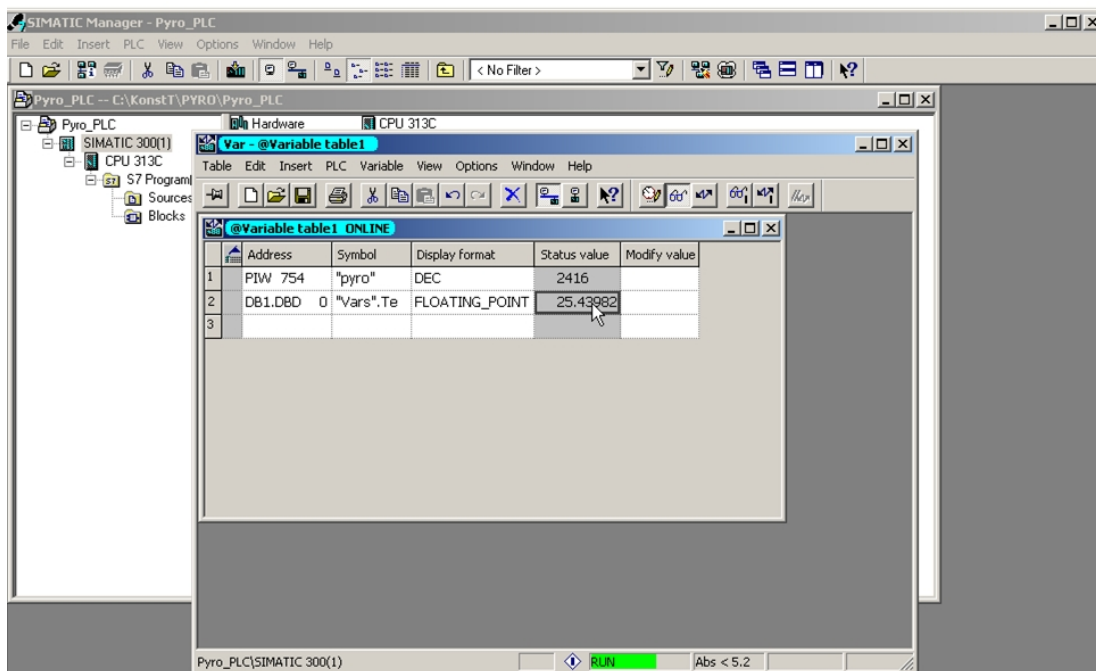

Рис. 14. Проверка работоспособности созданной программы
- После создания проекта программы необходимо загрузить ее в контроллер (в редакторе SIMATIC Manager выбрать пункт PLC – Download или выбрать соответствующую иконку) и проверить работоспособность программы. Фотография экрана при проверке работоспособности программы приведена на рис. 14.